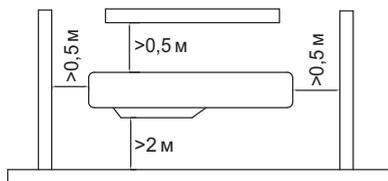
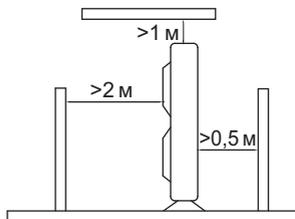

Рис. 7
Рис. 8
- На входе и выходе блока не должно быть препятствий свободному движению воздуха, должна соблюдаться минимальная дистанция до ограждающих конструкций, как показано на рис. 7 и рис. 8.